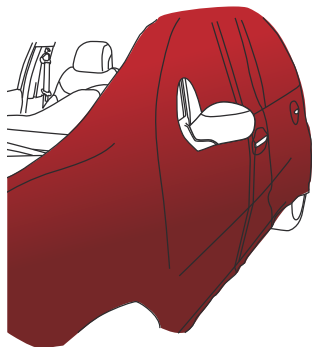

Figure 18
- › Le film est tendu sur la totalité de la surface à couvrir. (FIG. 18) Vous allez maintenant pouvoir procéder à l'application du film selon les surfaces rencontrées.